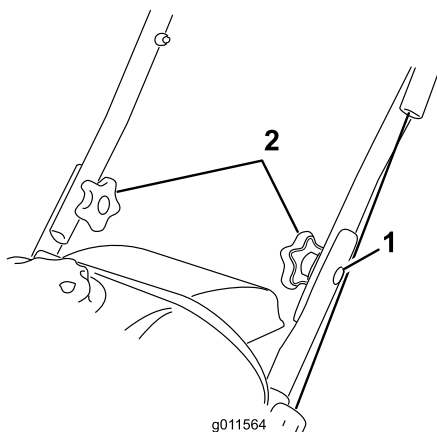

Figure 3
2. Insérez les boulons à tête ovale dans les trous alignés, les têtes des boulons se trouvant à l'extérieur du guidon (Figure 3).
1. Boulon à tête ovale (2)
3. Placez les rondelles bombées et les boutons sur les boulons à tête ovale à l'intérieur du guidon (Figure 3) puis **serrez solidement les boutons**.